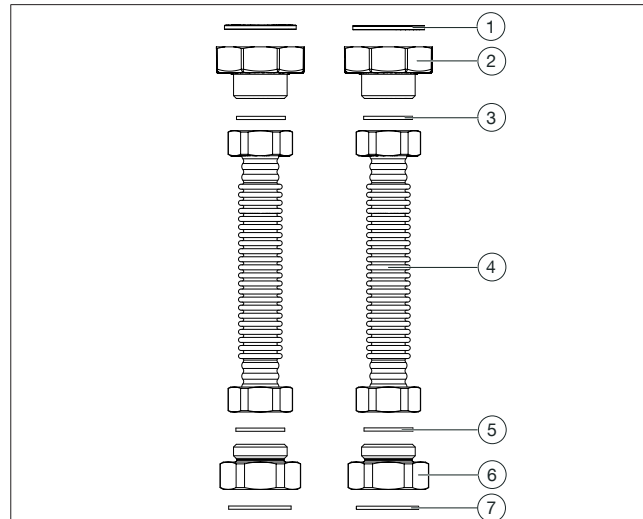

Abb. 35: Aufbau Verbindungsset
2. Setzen Sie die Dichtungen (siehe Abb. 35 auf Seite 26 (7)) in die Übergangsstücke (6).
3. Schrauben Sie die Übergangsstücke (6) an die Hausübergabestation handfest an.
4. Setzen Sie die Dichtungen (3) zwischen die Übergangsstücke (2) und die Edelstahlwellrohre (4) ein und ziehen Sie die Bauteile handfest an.
10. Ziehen Sie alle Verschraubungen fest (entnehmen Sie die jeweiligen Drehmomente der Legende Abb. 35 auf Seite 26).